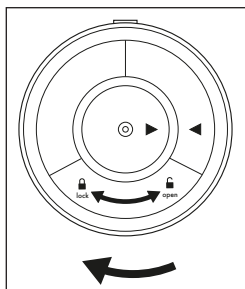

Fig. 2
7. Remettez la fermeture du compartiment à piles 13 en place. Tournez la fermeture du compartiment à piles 13 dans le sens horaire en direction de **lock** 🔒 jusqu'à ce que les deux repères ► ◀ soient à la même hauteur et que la fermeture du compartiment à piles 13 s'enclenche de manière audible (voir fig. 2).